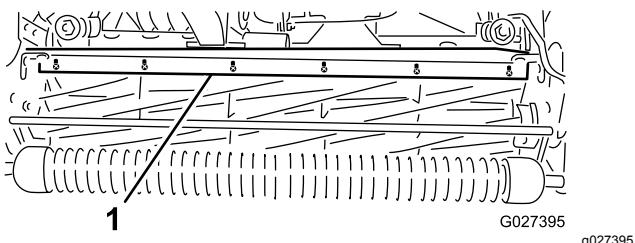

図 54
- バー図 54をカッティングユニットに固定しているねじをゆるめる。